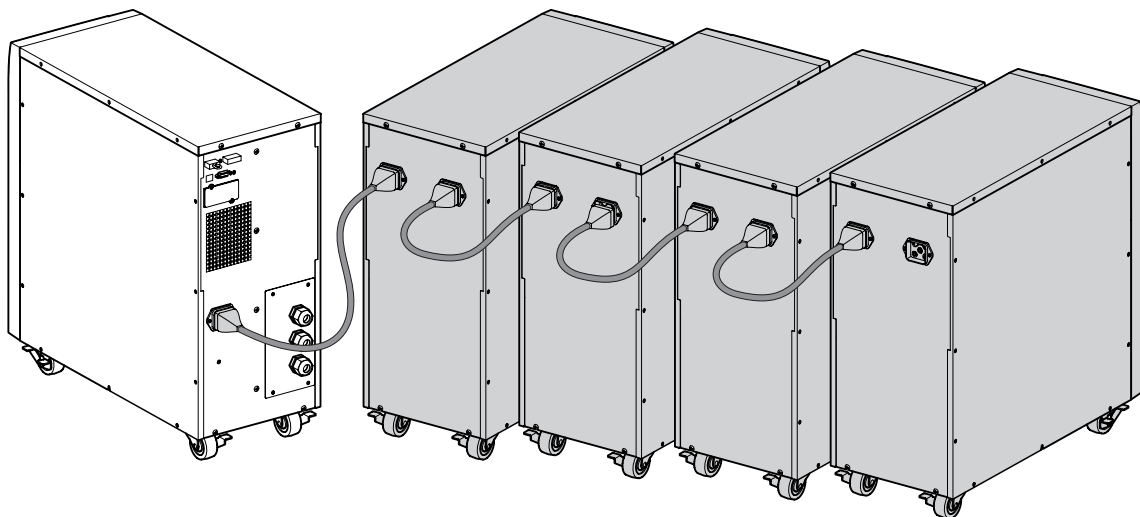

Рисунок 7. Подключение ЕВМ.
1. Вставьте кабель(и) ЕВМ в разъем(ы) батарей, как показано на Рисунок 7. К ИБП может быть подключено до четырех ЕВМ.